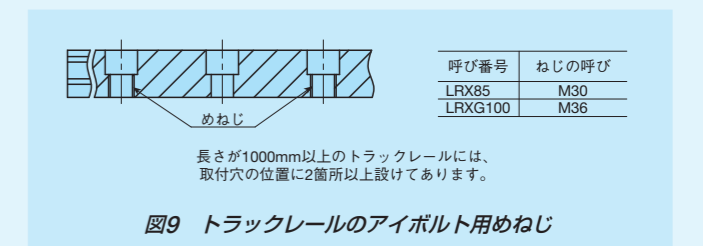
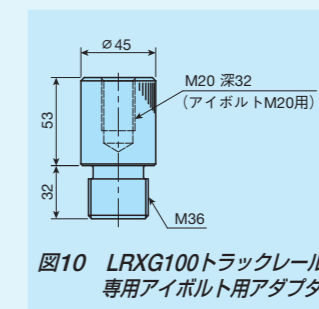

図9 トラックレールのアイボルト用めねじ
図10 LRXG100トラックレール専用アイボルト用アダプタ
- ・LRX (D) (G, L) 85及びLRXG100は重量物のため、製品の移動及び組合せ時には、アイボルトの使用を推奨します。アイボルトの取付には、スライドユニットの取付穴及びトラックレールのアイボルト用めねじ（図9）を使用してください。LRXG100トラックレールの場合、LRXG100トラックレール専用アイボルト用アダプタ（図10）も使用してください。